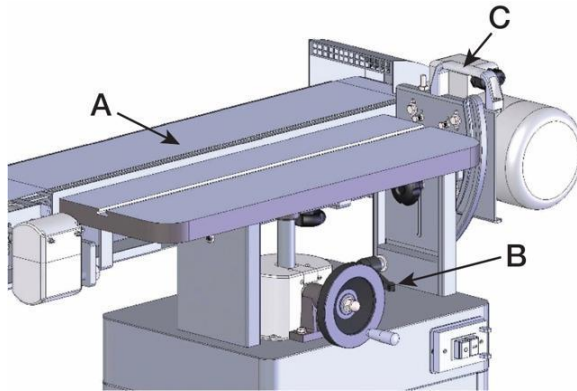

Рис. 8
Смотрите рис. 8 и 9:
1. Шлифовальный диск (А, рис. 8) в данный момент находится в горизонтальном (плоском) положении. Ослабьте фиксирующую ручку (В, рис. 8).
2. Используя наклонную ручку (С, рис. 8), поверните шлифовальный диск в вертикальное положение (см. рис. 7-8).